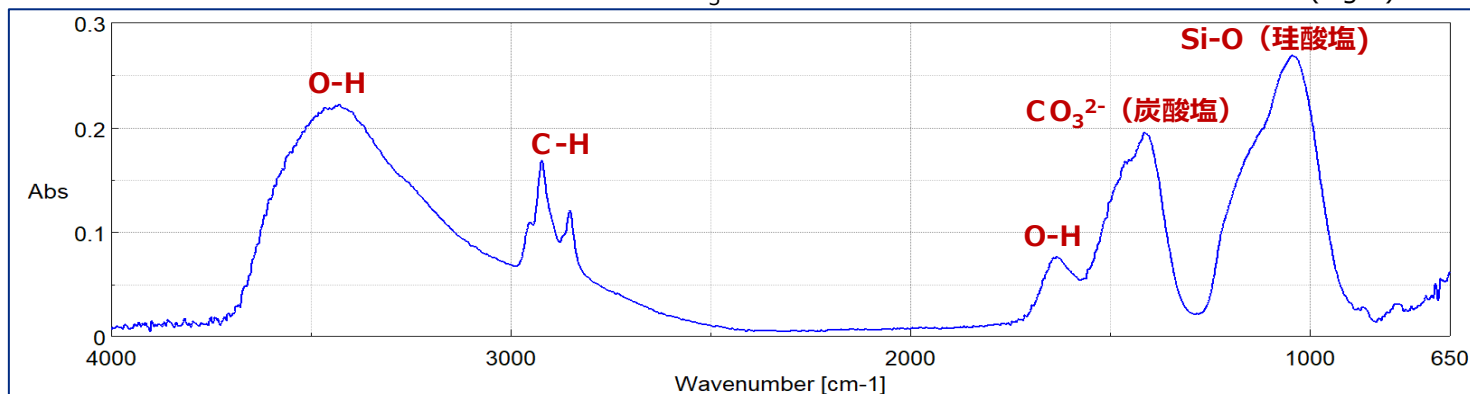

Fig.6 異物の赤外吸収スペクトル
■ 赤外吸収スペクトル測定の結果、O-H、C-H、CO₃²⁻、Si-Oに由来する吸収ピークが見られます(Fig.6)。